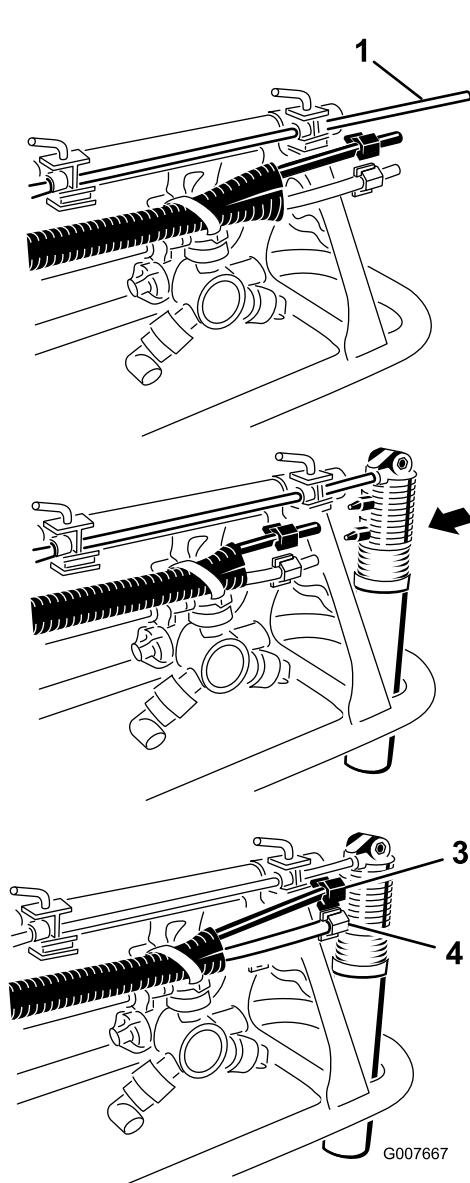

图 21
1. 如图 21 所示找出散装零件中的泡沫喷嘴并将喷嘴安装至支撑棒上。